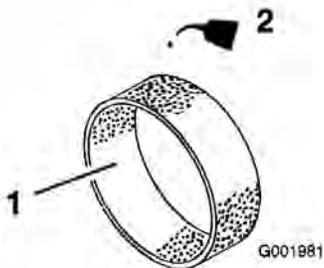

Figura 42
- Coloque uma ou duas onças de óleo no filtro (Figura 42).